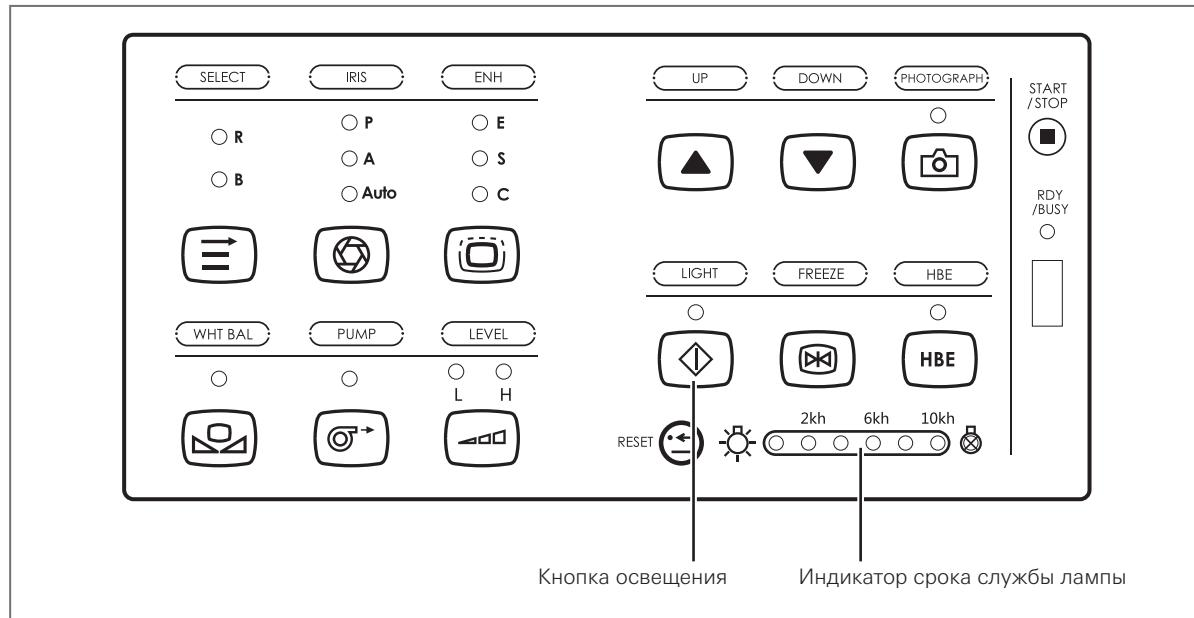

Рис. 4.1
- Нажмите на кнопку освещения, чтобы ВКЛЮЧИТЬ лампу (см. рис. 4.1).